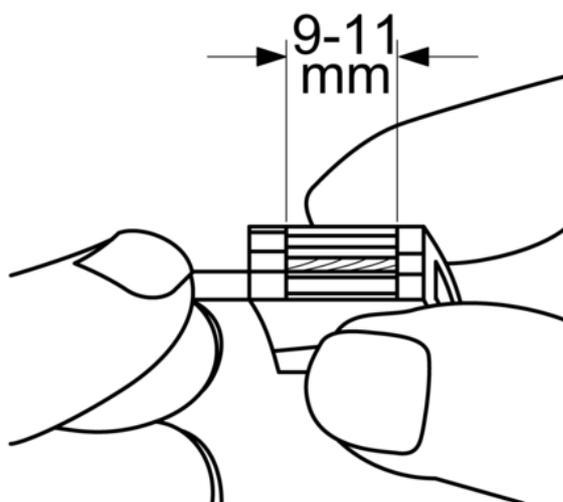

Рисунок 6: Длина зачищаемого конца провода
- Зачистить провод на длину 9 - 11 мм (рисунок 6).